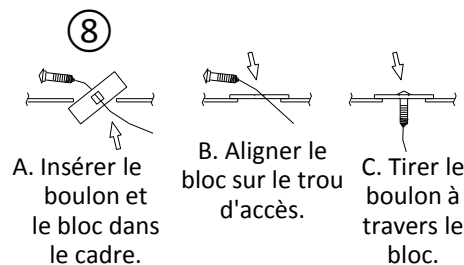

Figure 2
1. Enlever le carénage de pare-chocs - enlever cinq (5) vis (chaque côté) du carénage de pare-chocs, quatre (4) vis en plastique et quatre (4) languettes dans le bas du carénage. Ouvrir le coffre et repousser le bourrelet d'étanchéité. Utiliser les écarteurs en plastique pour dégager la languette de carénage des deux côtés puis débrancher le connecteur électrique du côté passager. Tirer délicatement le carénage à l'écart du véhicule.
2. Enlever les quatre (4) boulons inférieurs M8 existants de la monture de pare-chocs. Remettre les pièces au propriétaire.
3. Acheminer le boulon de carrosserie ① et l'espaceur ② à travers les fentes dans le bas des longerons à l'aide des fils de tirage ⑧, comme illustré à la Figure 2. Laisser les fils de tirage attachés à la visserie.
4. À l'aide de ruban adhésif, fixer quatre (4) espaceurs 1/4 po ⑥ sur les deux supports latéraux (trou de l'espaceur aligné sur les fentes de l'attelage). Soulever l'attelage en position, par-dessus l'échappement, et tirer les fils de tirage installés précédemment dans les trous de la barre d'attelage. Retirer les fils de tirage et poser lâchement une rondelle conique ③ et un écrou hexagonal ④ sur l'attelage. Courber l'écran thermique si nécessaire.
5. S'assurer que le trou du bloc s'aligne sur les fentes du support. Poser lâchement quatre (4) boulons M8 ⑤ et quatre (4) rondelles coniques ⑦ dans les écrous à souder existants de la monture de pare-chocs.